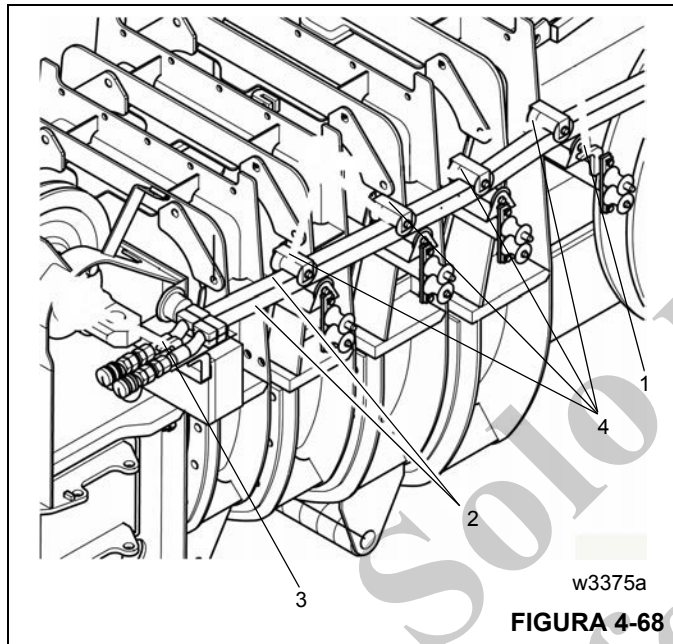

FIGURA 4-68
- Saque la protección contra tirones del sujetador (1) y tire de las mangueras hidráulicas (2) hacia la cabeza de pluma principal.
- Enganche la protección contra tirones en el sujetador (3).
- Guíe las mangueras hidráulicas a través de los rodillos guía (4) (Figura 4-68).